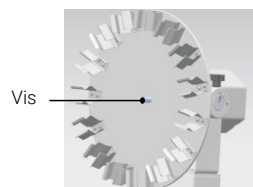

figure 1
1. Insérez la vis de l'arbre de rotation dans l'orifice central du plateau et assurez-vous que le plateau touche fermement le bloc de fixation de la plaque rotative, comme illustré sur la figure 1.